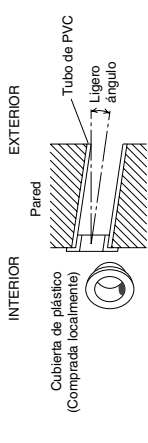

Fig. 3-7
- (6) Coloque la cubierta de plástico sobre el final del tubo (sólo por el lado interior) e insértelo en la pared. (Fig. 3-7)